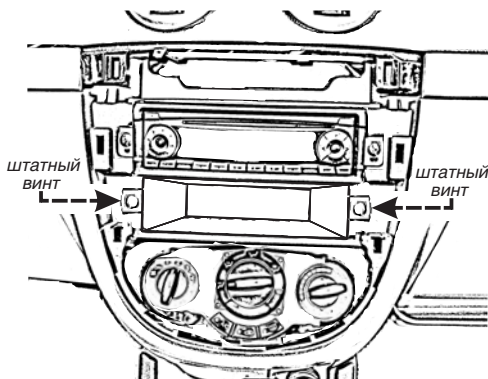

Рис. 3.25
2. Выкрутите штатные винты крепления перчаточного ящика, винты расположены по бокам от ящика, рис. 3.25.